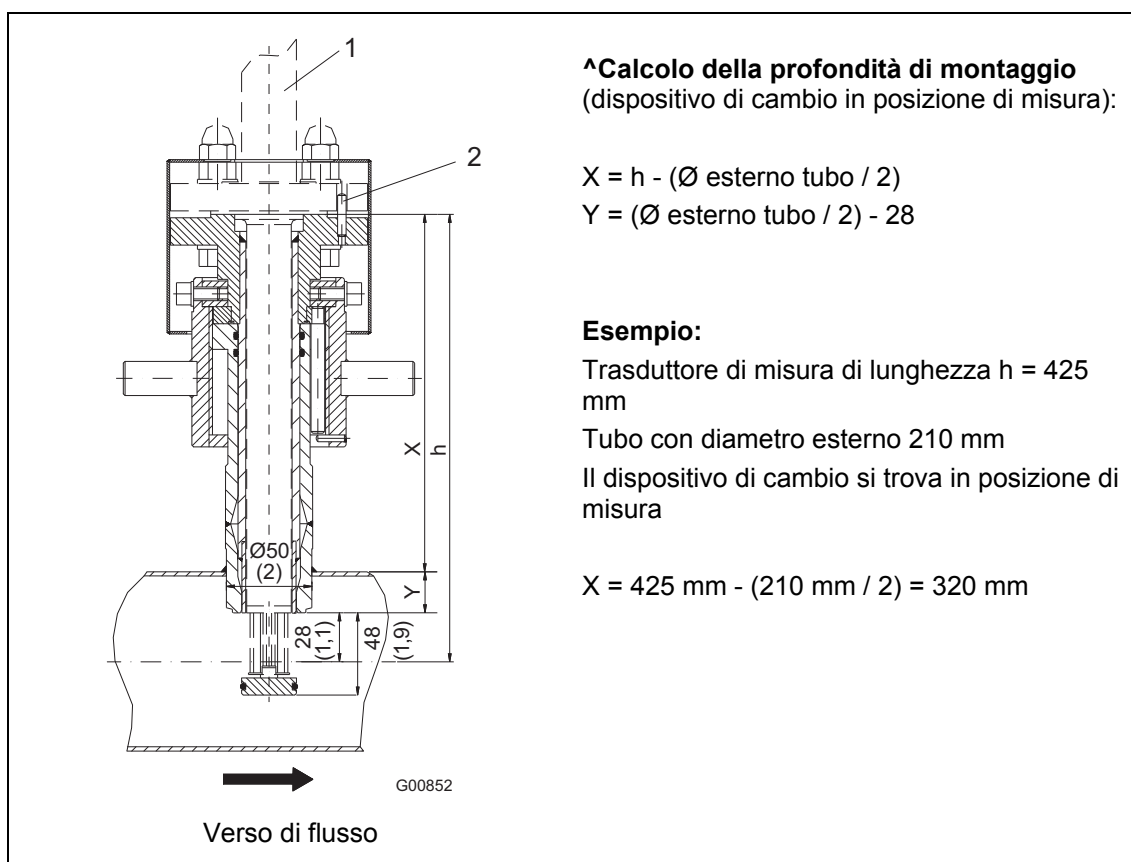

Fig. 9 - Dimensioni in mm (inch). Dispositivo di cambio in posizione di misura
- La spina di centraggio dell'adattatore deve essere in linea con l'asse del tubo nel verso di flusso (lato di uscita, a valle del punto di misura), vedere Fig. 9.